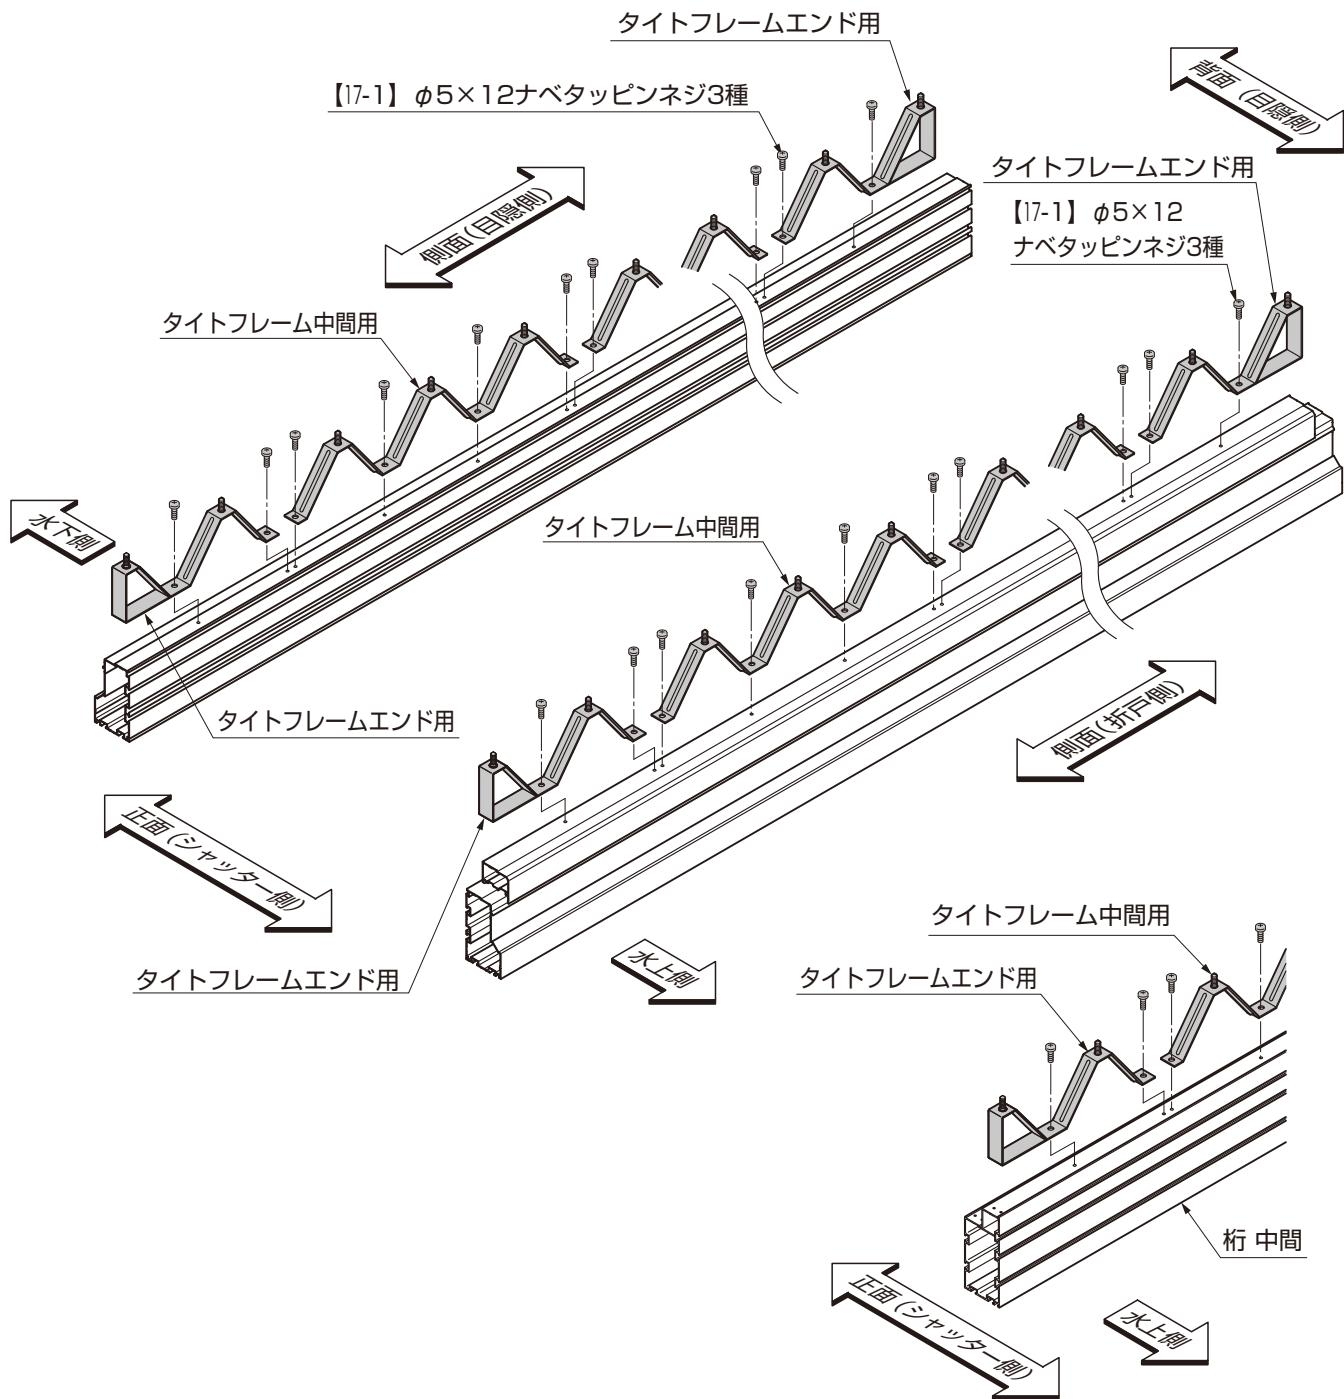

図7-2 柱 中間への取付け（縦横延長の場合）
- 縦横延長の場合は、柱 中間にもタイトフレームを取付けてください。(図7-2参照)